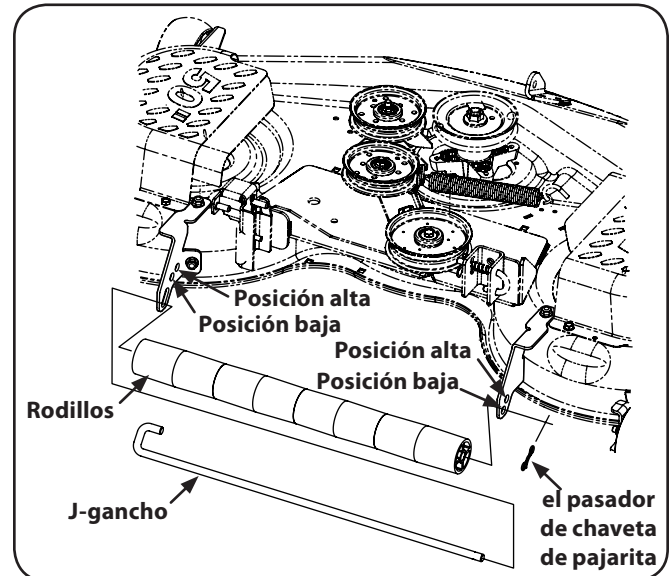

Figura 6-7
1. Para cambiar la altura de los rodillos, quitar el pasador de chaveta de pajarita y deslice el gancho en J-gancho el final es de agujero actual ajuste de la altura en el lado derecho del soporte de rodillo. Vea la Figura 6-7.